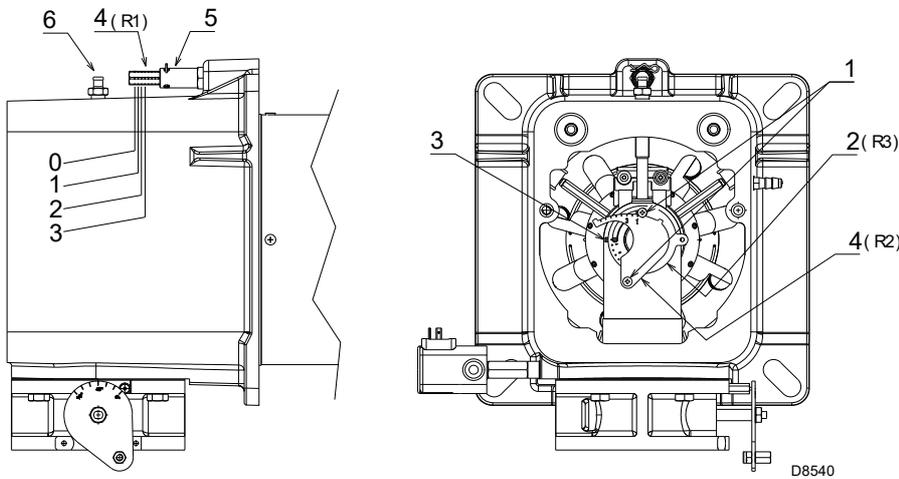

Abb. 18
- Drehen Sie die Schraube 4)(Abb. 18), bis die ermittelte Kerbe mit der Vorderfläche 5) des Flanschs übereinstimmt.
- Lockern Sie die 3 Schrauben 1)(Abb. 18) und drehen Sie die Nutmutter 2) bis die gefundene Kerbe mit dem Index 3) übereinstimmt.
Lässt es der Gasdruck zu, wird durch das Schließen der Nutmutter 2)(Abb. 18) eine Reduzierung der Bildung von NOx erzielt.
Leistung von 2400 kW ein Druck von 28 mbar an der Druckentnahmestelle 6)(Abb. 18) erforderlich ist. Ist dieser Druck nicht verfügbar, die Nutmutter 2) von 4 - 5 Kerben öffnen.